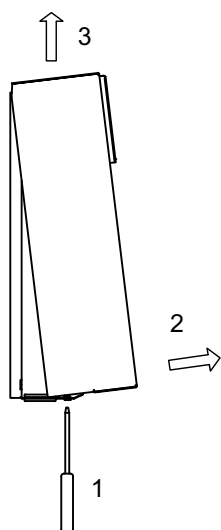

Abb. 3.2: Ouvrir le couvercle
- Ouvrir le couvercle du régulateur (Fig. 3.2 - page 4)